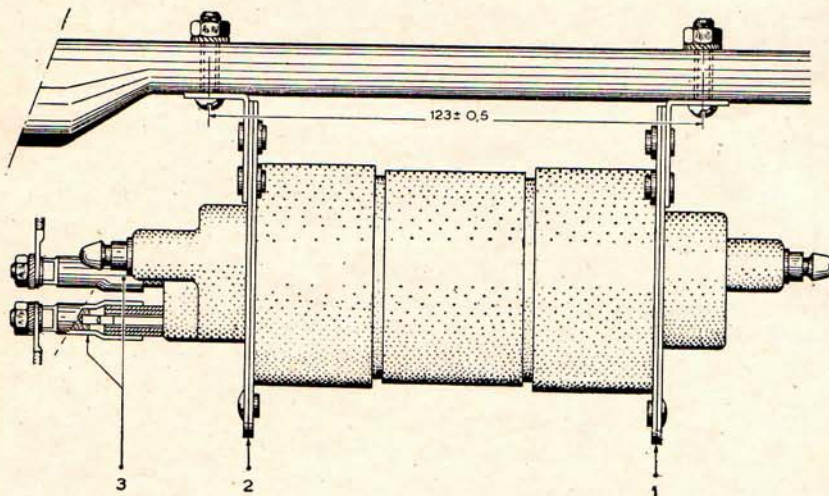

Fig. 3. — Montage d'une bobine à isolant souple.
• Percer deux trous de \varnothing 4,5 mm, symétriquement, dans la partie plate de la barre des phares, à un entr'axe de $123 \pm 0,5$ mm (figure 3).
• Placer les deux supports (1) et (2) sur la bobine.